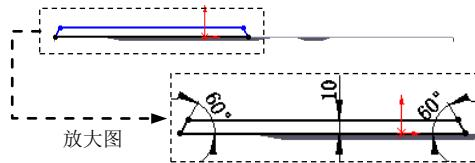

图 17.10.91 横断面草图
(4) 单击 按钮，完成边线法兰 4 的初步创建。
(5) 编辑边线一法兰 4 的草图。在设计树的 **边线-法兰4** 上右击，在系统弹出的快捷菜单中单击 命令，系统进入草图环境，绘制图 17.10.91 所示的横断面草图。退出草图环境，此时系统完成边线一法兰 4 的创建。